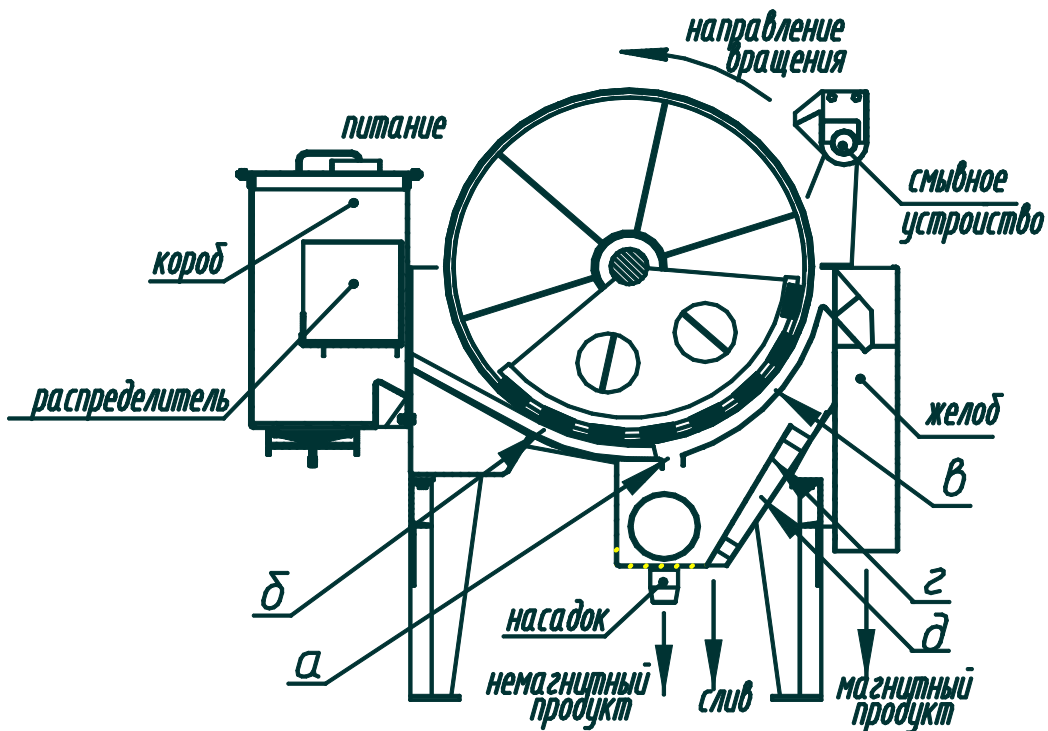

Рис.5. Сепаратор ПБМ-90/60
4.1.6. На ванне укреплен короб, через который осуществляется загрузка ванны пульпой. Внутри короба установлен распределитель, обеспечивающий равномерную подачу пульпы по ширине ванны (см.рис.5)